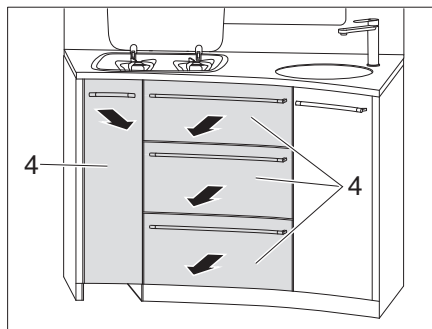

Bild 125 Ta ut kökslådor
- Ta ut kökslådor (Bild 125,4).